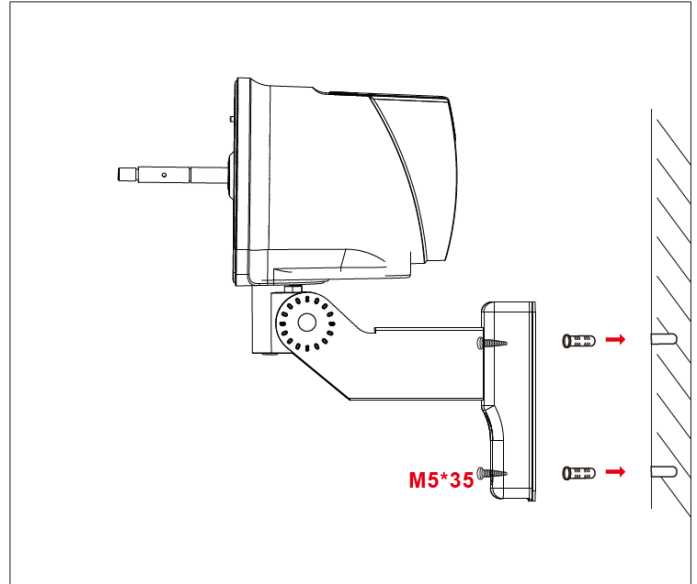

Figure 2
- c. Alignez les quatre trous du châssis du moteur avec les quatre trous du mur. Insérez la cheville d'expansion dans les quatre trous, puis insérez les quatre vis M5*35 et serrez-les fermement (Figure 2).